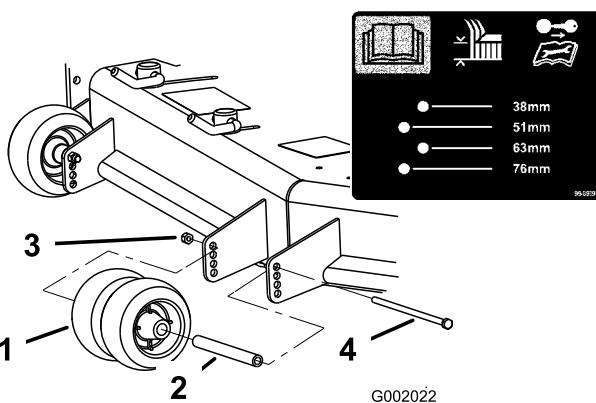
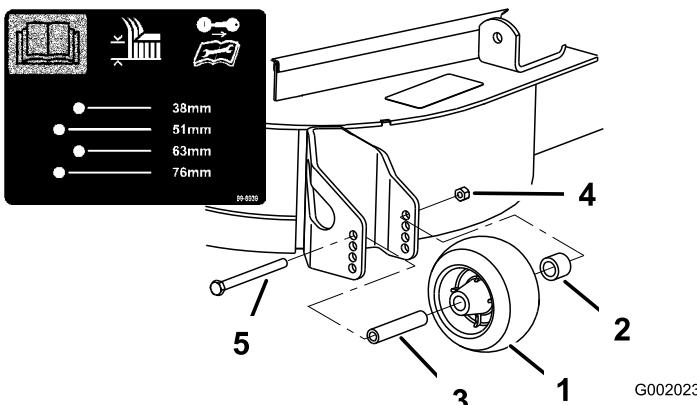

Figure 21
Figure 22
3. Après avoir réglé la hauteur de coupe, réglez les galets en retirant l'écrou à collet, la bague, l'entretoise et le boulon (Figure 20, Figure 21 et Figure 22).
Remarque: Les deux galets centraux ne sont pas munis d'entretoise (Figure 21).
5. Posez l'écrou à collet, la bague, l'entretoise et le boulon. Serrez à 54-61 Nm (Figure 20, Figure 21 et Figure 22).